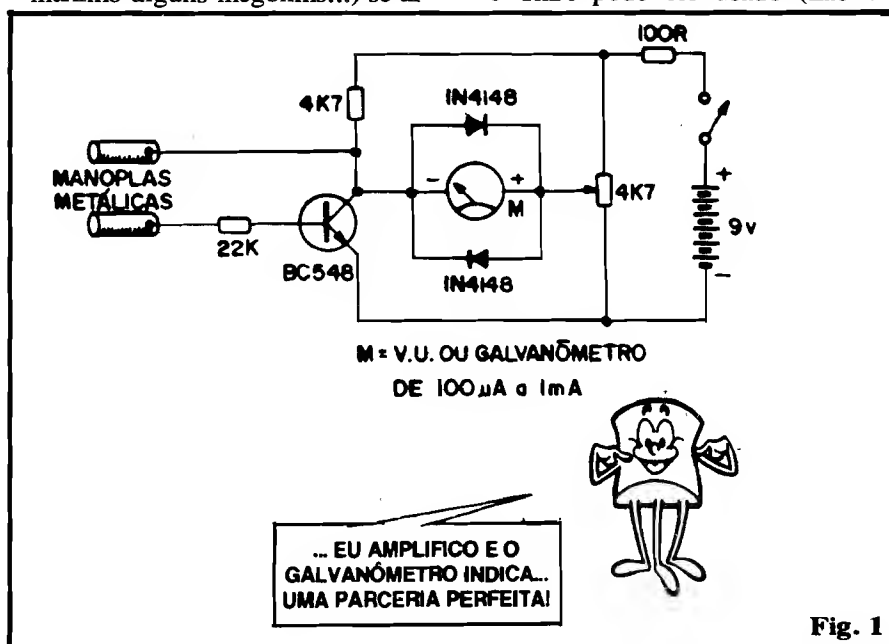
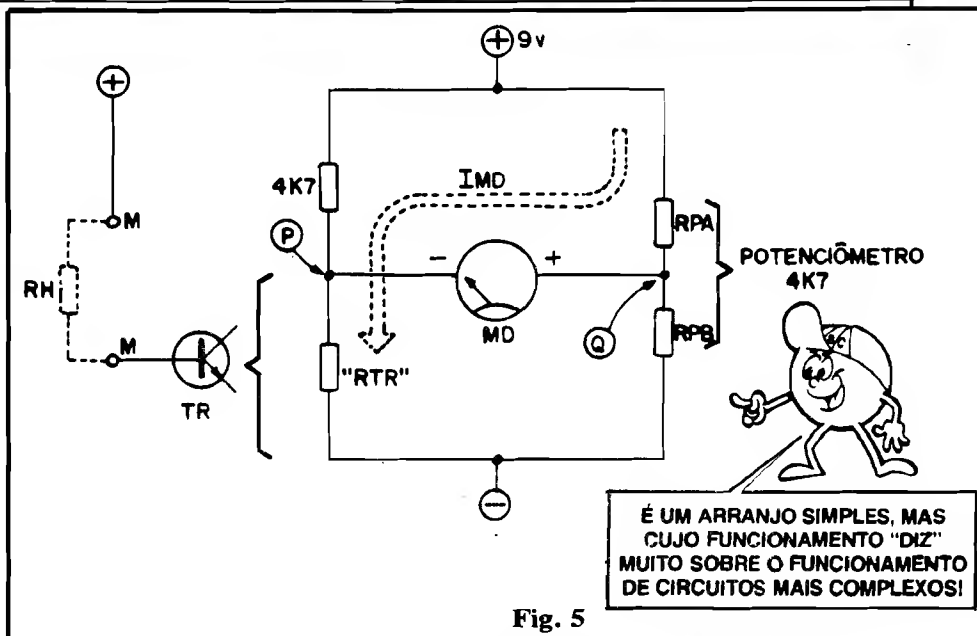

Fig. 1
Fig. 5
- **FIG. 7** - O circuito, como funciona. Observando com atenção, e raciocinando "em bloco" (levando também em consideração o próprio "esquema" - fig. 1), não será difícil ao Leitor/"Aluno" acompanhar o funcionamento da METRALHADORA... O bloco ativo é o composto pelos dois transistores complementares, diretamente acoplados para funcionar como um "super-amplificador" (é uma espécie de "Darlington" complementar...). Uma rede simples, de realimentação e polarização, formada pelos resistores de 33K e 1K e pelo eletrolítico de 4u7, faz com que o bloco amplificador entre em oscilação de baixa frequência (essa **baixa** frequência deve-se principalmente à **grande** Constante de Tempo oferecida pelo eletrolítico...), assim que energizado. A Saída do amplificador/oscilador, além de realimentar a sua própria Entrada (sem o que - aliás - **não haveria** oscilação...), é aplicada diretamente ao pequeno alto-falante (que traduz os pulsos elétricos presentes no **coletor** do BC558 nos "TÁ...TÁ...TÁ..." da metralhadora) e ainda "sobra" energia para alimentar, simultaneamente, o par de LEDs em paralelo (cada "TÁ" no alto-falante, um pulso luminoso nos LEDs...). O resistor de 22R em série com o par "paralelado" de LEDs, promove não só uma certa limitação de Corrente, como também evita que a impedância muito baixa dos indicadores luminosos "roube" Potência do alto-falante, "casando" bem a distribuição de energia para os dois tipos de efeito (SOM e LUZ). Em termos gerais, embora os mesmos efeitos pudessem ser obtidos de vários outros arranjos circuitais, o adotado é o mais simples e econômico, já que a impedância naturalmente baixa de um multivibrador desse tipo permite o acoplamento direto dos transdutores de Saída (no caso o alto-falante e os LEDs), com suficiente "aproveitamento"...
- FIG. 1 - O "esqueminha" do circuito (não poderia ser **mais** simples...). Notem que (e detalhes sobre isso serão visto no finalzinho, sob o título "O CIRCUITO - COMO FUNCIONA"... ) embora o centro "visual" - em todos os sentidos - do circuito, pareça estar no medidor (galvanômetro, estudado na presente "Aula"), na verdade o principal componente é o único transistor - BC548 - que realiza os reais trabalhos no arranjo... No fundo, o circuito do DETETOR DE MENTIRAS não passa de um sensibílimo ohmímetro, já pré-calibrado para medir **pequenas variações em grandes Resistências**, indicando nitidamente e imediatamente essas variações através do deslocamento proporcional do ponteiro do instrumento! As "pontas de prova", no caso, são substituídas por duas manoplas metálicas (podem ser simples pedaços de cano, em ferro, aço, cobre, etc.) que deverão ser seguras pelo "paciente", uma em cada mão. Liga-se o aparelho e calibra-se (através do potenciômetro...) uma indicação de "zero", para a condição básica de "repouso" (explicaremos mais à frente, a possibilidade de uso de praticamente qualquer pequeno galvanômetro, mesmo V.U.s baratos, ou instrumentos de "zero central"). Em seguida devem ser feitas à pessoa que segura as manoplas, uma série de perguntas, "embutindo" nessa inquirição as
- **FIG. 5** - O circuito, como funciona. Analisando com atenção o diagrama, mais o “esquema” (fig. 1), é fácil perceber o funcionamento geral do arranjo: o medidor (galvanômetro) está colocado no meio de uma “ponte” ou “gangorra” de resistores, sendo que um “lado” dessa “ponte” é formado pelos dois “segmentos resistivos” do potenciômetro, com os valores momentâneos de RPA e RPB dependentes do ajuste dado ao dito potenciômetro. No outro “lado da ponte” temos o resistor de 4K7 e um... “resistor sensível à Resistência”! Isso mesmo! O transistor, em seu “percurso” **coletor/emissor** pode ser eletricamente interpretado como um mero resistor, cujo valor momentâneo dependerá da Corrente aplicada à sua **base**... Como tal Corrente depende diretamente da “Resistência Humana” (RH),
(IMD), com este, logicamente, indicando o fluxo através do deslocamento do seu ponteiro! Dois pontos são fundamentais: um é o “poder amplificador” do transistor, através do qual mesmo uma muito pequena alteração no valor de “RH” se manifesta como substancial variação no valor de “RTR”, e o outro é a possibilidade ampla de “compensar” a Tensão momentânea no ponto “P” via conveniente ajuste do potenciômetro, que permite a “equalização” da Tensão correspondente, no ponto “Q”...! Retornando um pouco ao “esquema” (fig. 1) observem que os diodos, “pra lá” e “pra cá”, paralelos com o galvanômetro, simplesmente não permitem a ocorrência acidental de sobretensões entre os terminais do medidor, protegendo-o efetivamente. E tem mais: aquele resistor de 100R, alinhado com o ramal **positivo** da alimentação, estabelece uma pré-limitação de Corrente de modo que, se acidentalmente o cursor do potenciômetro for levado “todo para cima”, e mesmo estando “em curto” as manoplas, naquele instante, não se desenvolverá Corrente excessiva sobre o diodo 1N4148 “de baixo” e percurso **coletor/emissor** do BC548, numa importante proteção a esses dois componentes...